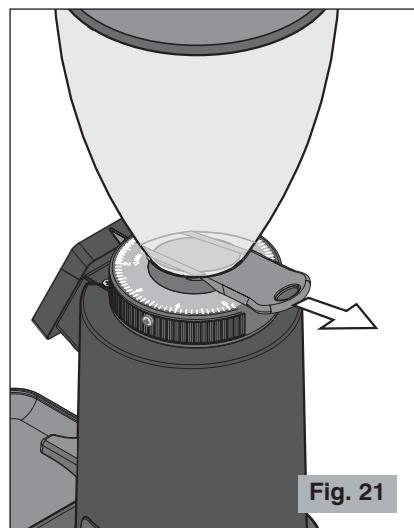

Fig. 21
**!** Accertarsi della completa apertura dell'otturatore della campana fino a fine corsa (ultimo scatto) (vedere Fig. 21).